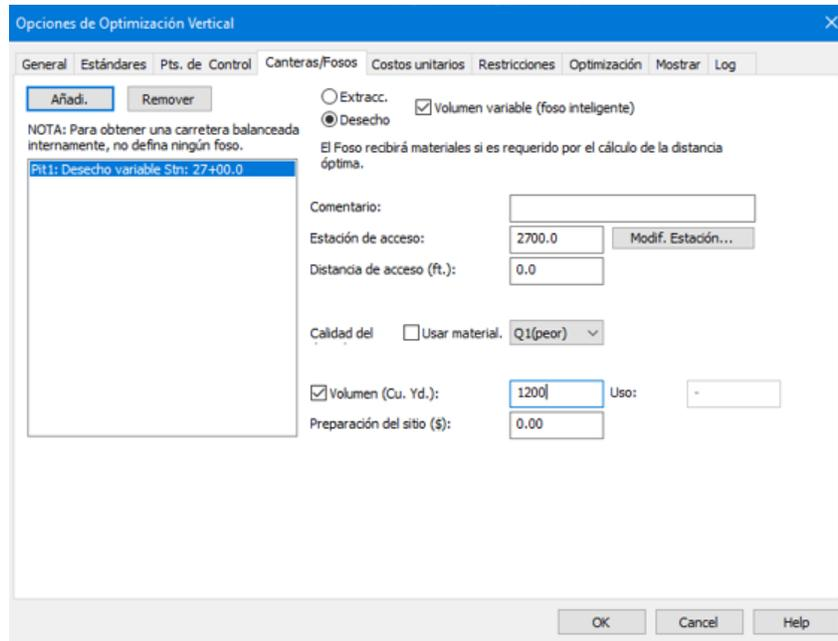

Figura 8-6: Asignando Parámetros por Range / Fosos
15. Digite **1200** en *Capacidad (Yarda cúbica)* (ver Figura 8-6 abajo).